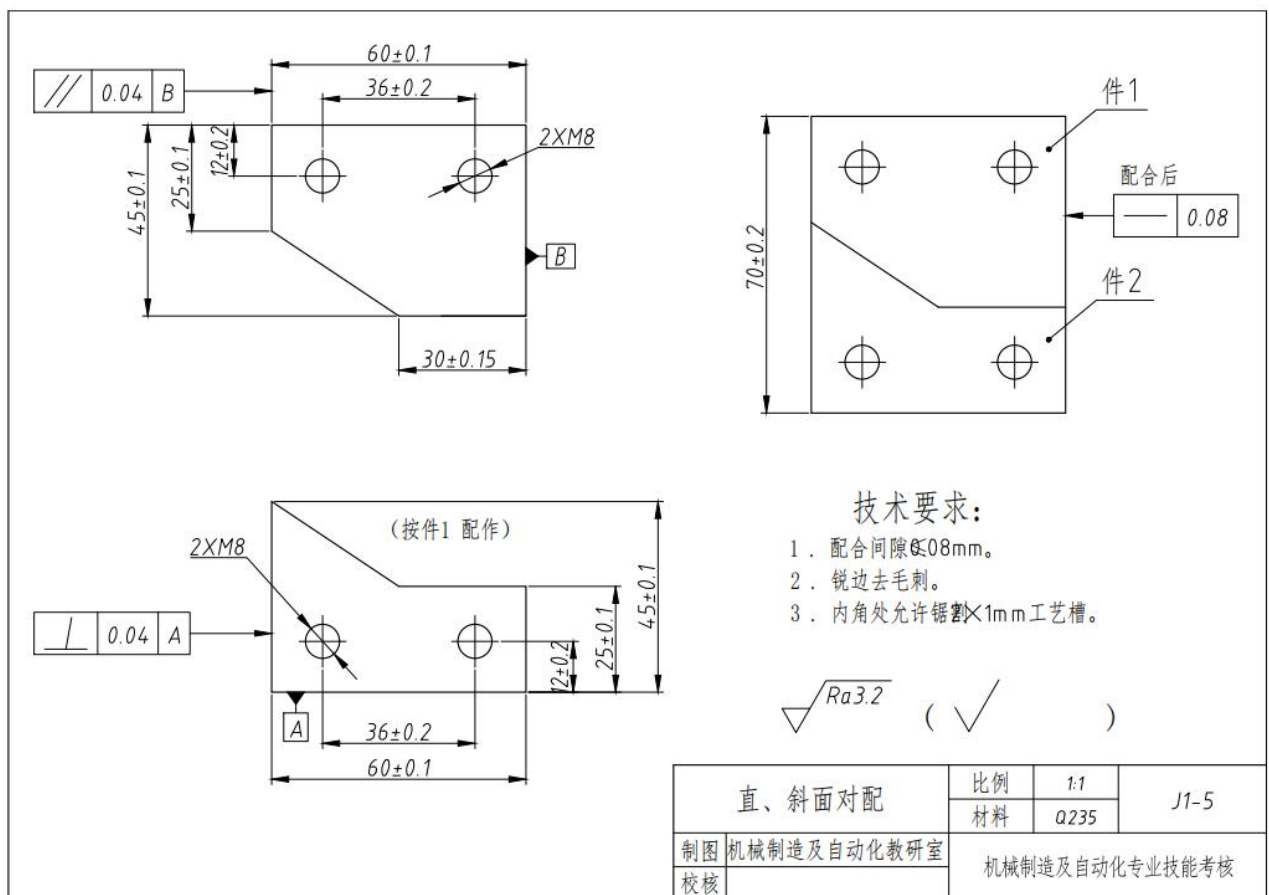

图 1-1-5 直、斜面对配
- (1) 能读懂零件图及工艺装配图，进行零件加工工艺分析；
- (2) 正确选择与使用常用工具和设备进行划线、锉、锯、孔加工、螺纹加工和锉配加工等；
- (3) 根据零件图 1-1-5 的要求完成凸、凹零件的加工与配锉加工。去毛刺，倒棱角 C0.3，配合面不允许倒角，不准使用专用工、夹具加工和抛光；
- (4) 使用常用量具对加工零件进行检验；
- (5) 严格执行工作程序、工作规范和安全操作规程；
- (6) 毛坯尺寸：62×47×6(单位 mm)，材料：Q235 钢板。毛坯及工、夹、量具由考点准备；
- (7) 技能测试结束，技术人员在零件底面打编号并提交零件。